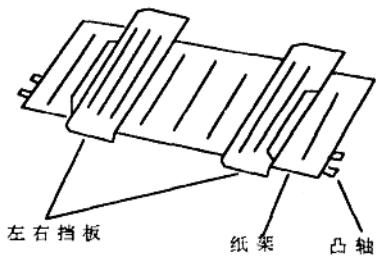
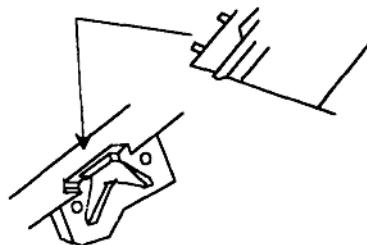
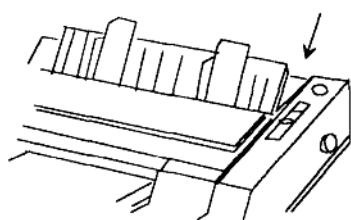

图8a 导纸板全图
图8b 导纸板安装图
图8c 导纸板放置位置1
1. 导纸板：随机散装成三部分，包括纸架和左右档板各一个，使用前首先将左右档板分别安装在纸架上(如图8a)，将导纸板两边的凸轴插入机架上的凹槽中(如图8b)即可。安装好的导纸板的放置位置有以下两种(如图8c及图8d)。